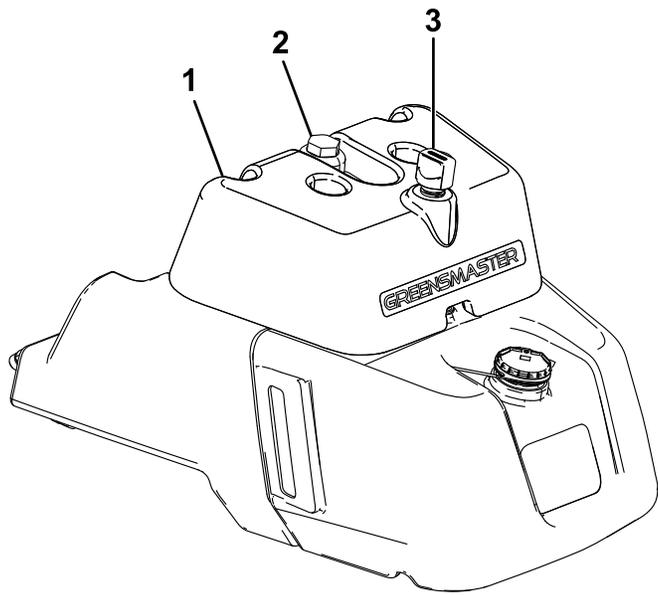

图41
- 如果油箱有观察窗口请通过窗口检查油位 图41 然后转至步骤 5。